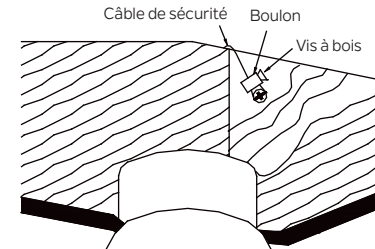

Fig. 12
**Étape 2.** Insérez le câble de sécurité à travers le support de montage et l'un des trous du boîtier de sortie dans le plafond. Ajustez la longueur du câble de sécurité pour atteindre la vis et les rondelles en tirant le câble supplémentaire à travers le serre-câble jusqu'à ce que la longueur totale soit correcte, remettez l'extrémité du câble à travers le serre-câble, formant une boucle à l'extrémité du câble. Serrez fermement le serre-câble. Maintenant, placez la boucle à l'extrémité du câble de sécurité sur la vis à bois et sous la rondelle. Serrez fermement la vis à bois. (Fig. 12)